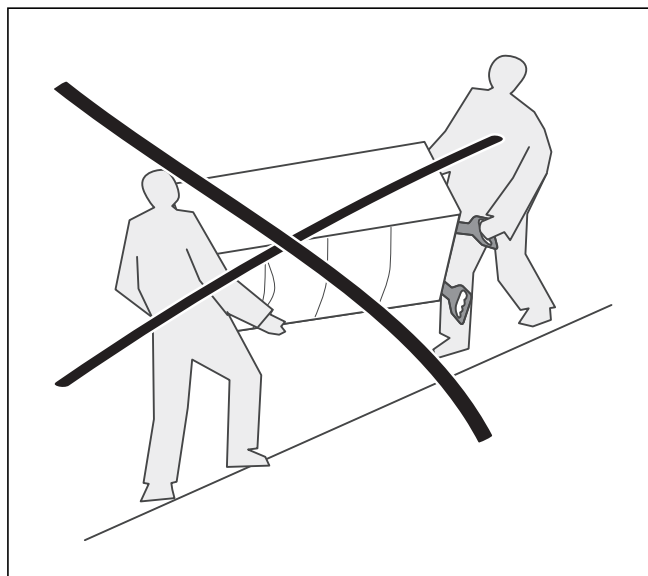

Fig. 4.4 Forkert transport, kedlen beskadiges.
**NB!** Transportér under ingen omstændigheder kedlen, som det er vist på fig. 4.4 og 4.5. Kedlen ville blive beskadiget.